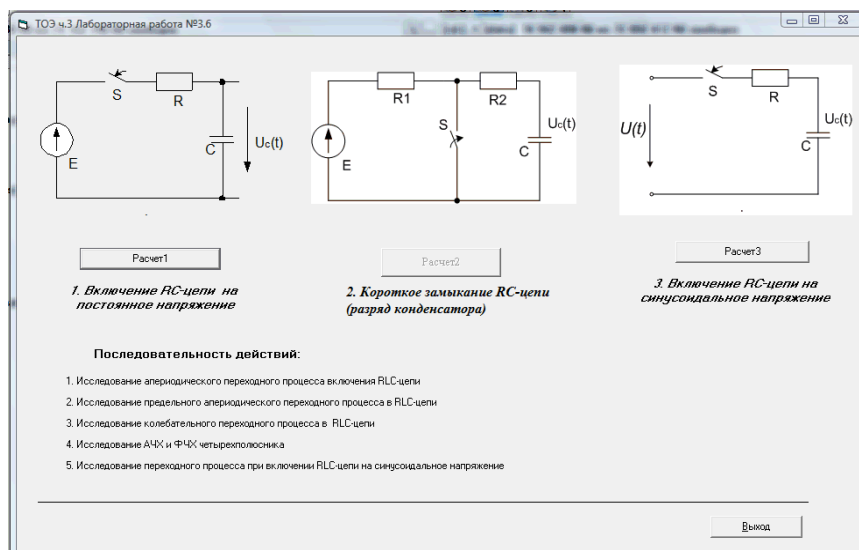

Рисунок 1– Окно выбора схем
2.4. Нажать кнопку «Расчет1» (рисунок 1) и в появившихся полях для ввода данных (рисунок) задать напряжение источника и параметров цепи (указывается преподавателем).